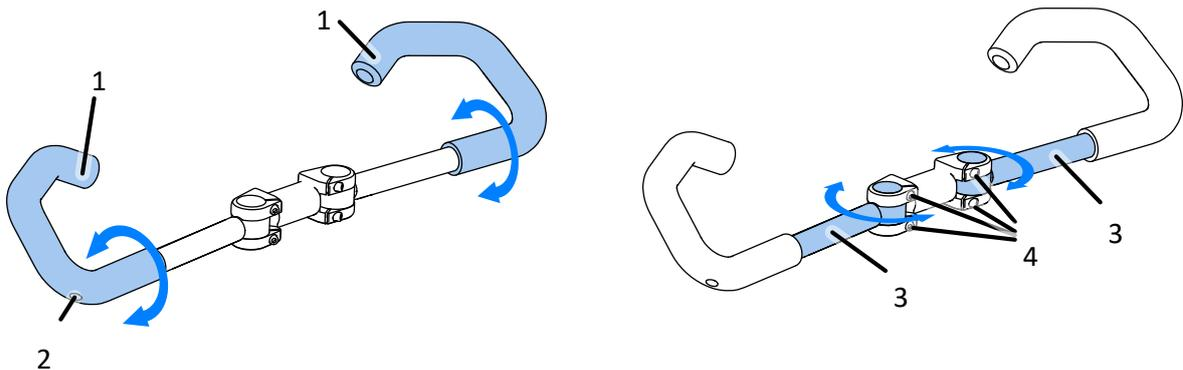

Abb. 20
- Klappbar - Abb. 20
Der klappbare Lenker (Abb. 20) hat eine zusätzliche Winkelverstellung der Lenkerecken (1). Die Ecken (1) können durch Lösen der Schrauben (2) an den Seiten des Lenkers in Bezug auf die Lenkergriffachse gedreht werden. Es ist auch möglich, die Position der Lenkerarme (3) und in Bezug auf die Achse des Lenkerbrücke einzustellen. Lösen Sie dazu die Schrauben (4) an der Innenseite der Brücke.